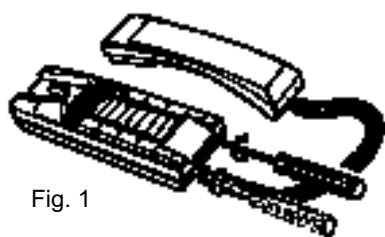

Fig. 1
- 1- Separare il fondo del citofono dal coperchio inserendo un cacciavite a taglio largo nelle fessure, ruotarlo in senso orario fino ad ottenere lo scatto d'apertura (fig. 1).